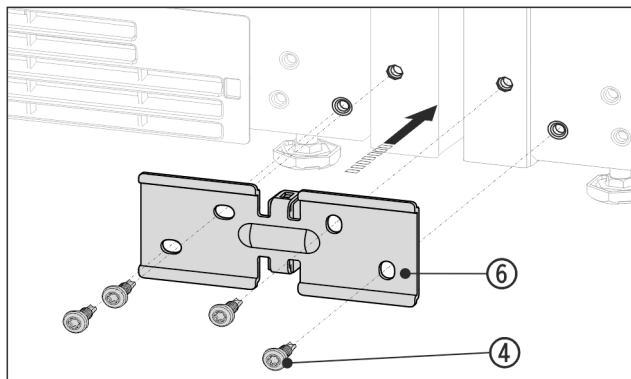

Fig. 14 Beispielhafte Darstellung
- Winkel Fig. 14 (6) mit dem Distanzstück zwischen die Geräte schieben und mit 4 Schrauben Fig. 14 (4) lose anschrauben.